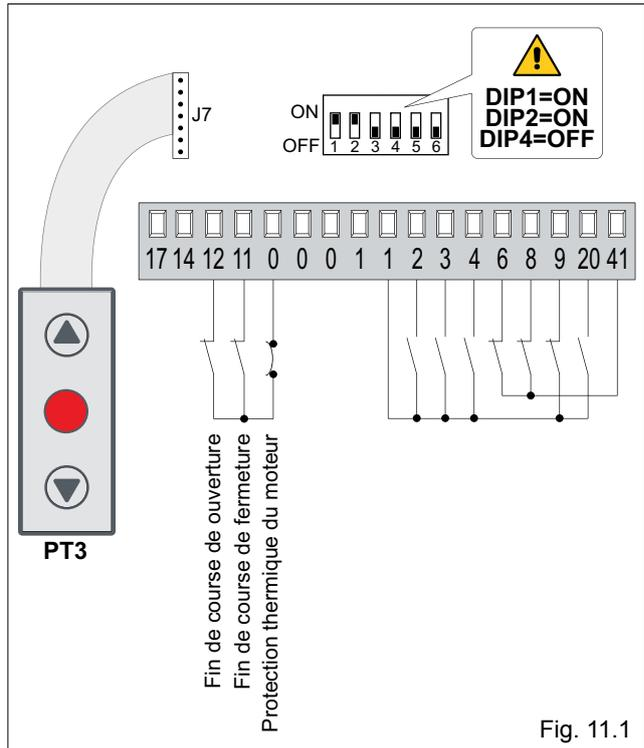
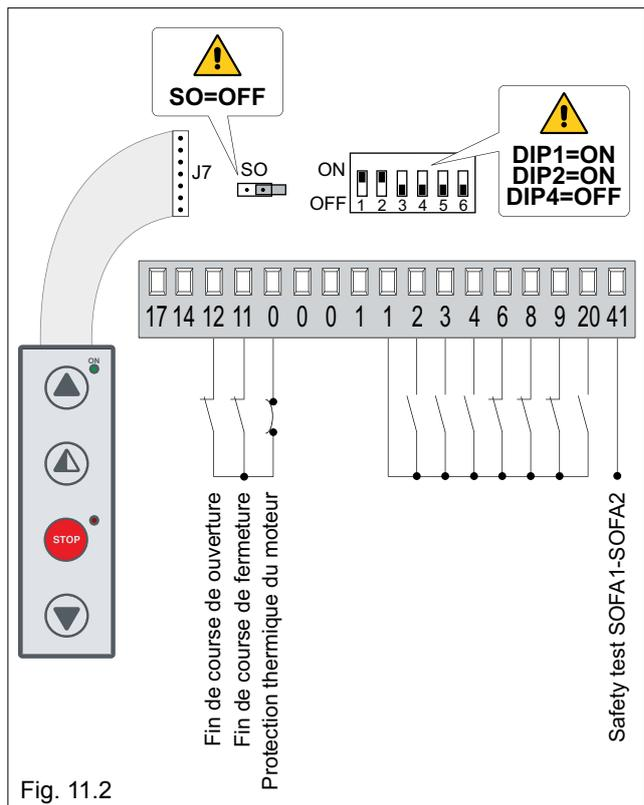

Fig. 11.1
Fig. 11.2
(Fig. 11.1) Quand l'armoire électronique est utilisée dans des applications pour portes sectionnelles:
(Fig. 11.2) Si l'on connecte le bourelet de sécurité autocontrôlé SOFA1-SOFA2 en fermeture, effectuer les raccordements indiqués dans la figure.
**REMARQUE:** il est possible de connecter au connecteur J7 le tableau à poussoirs PT3 (fig. 11.1) ou bien le tableau à poussoirs PT4 (fig. 11.2).